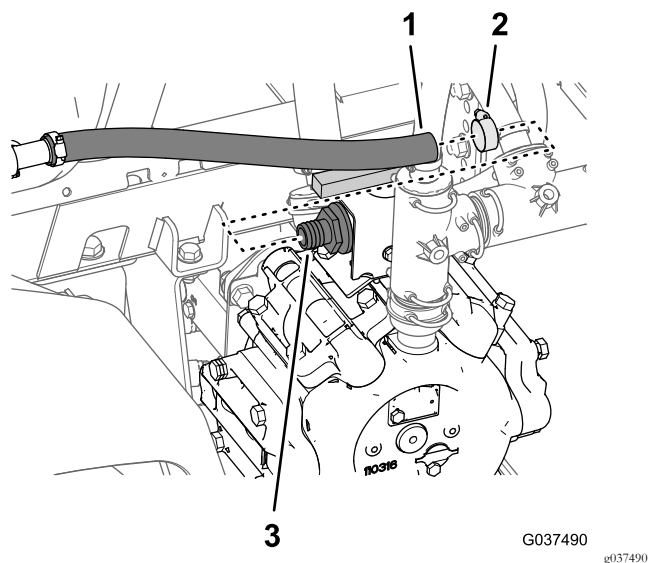

Figura 32
2. Retire o tubo de fornecimento de agitação da união estriada (Figura 32).
1. Na bomba do pulverizador, retire a braçadeira de tubo que prende a tubagem de fornecimento de agitação à união estriada da válvula de esfera (Figura 32).